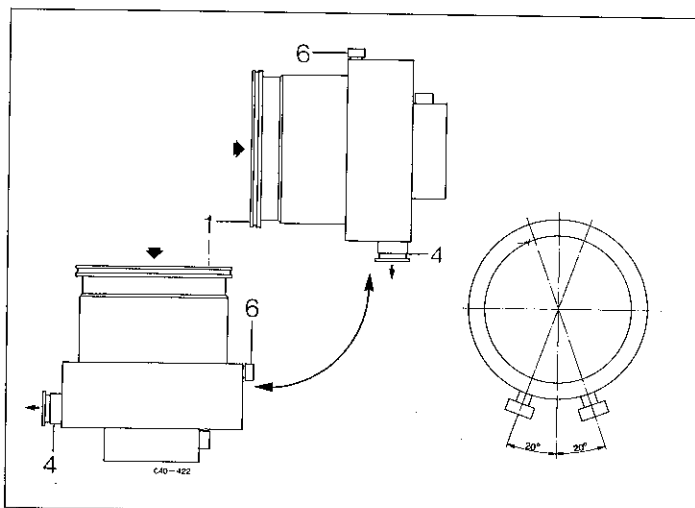

Fig. 4
- Weicht die Einbaulage von der Vertikalen ab, muß die Pumpe mit dem Vorvakuumanschluß 4 nach unten eingebaut werden. Eine maximale Abweichung von 20° nach links oder rechts ist zulässig (Fig. 4).
- If the installation attitude deviates from perpendicular, the pump must be installed with the roughing vacuum connection 4 facing downwards. A maximum deviation of 20° to the left or right is permitted (fig. 4).
- Cette position de montage dévie-t-elle par rapport à la verticale, le manchon de raccordement au vide primaire (4) doit alors être orienté vers le bas. Une déviation de 20° vers la gauche ou vers la droite est admise (fig. 4).